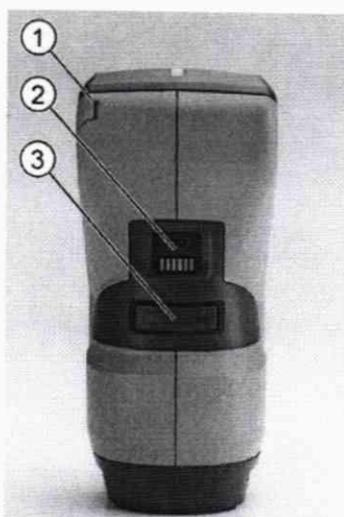

Рисунок 2 - 1 Стилус (вставлен в прибор); 2 Разъем USB-Туре-С; 3 Кнопка «включение/работа» для включения прибора и выполнения измерений
8.2.2 Нажмите кнопку «включение/работа», чтобы включить спектрофотометр (рисунок 2 позиция 3).
8.4.1.4 Установите спектрофотометр вертикально на центр меры из набора отражающих мер из состава Рабочего эталона координат цвета и координат цветности, предварительно поместив ее на черную матовую поверхность. Для точного позиционирования прибора на измерительном образце в спектрофотометре предусмотрена встроенная видеочамера. Для измерения нажмите на кнопку «включение/работа» (рисунок 2). На экране появятся измеренные значения.